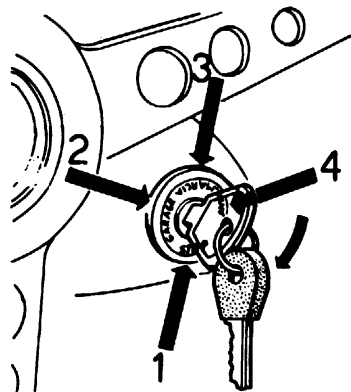

Fig. 17
- 40) **Interruttore d'accensione e antifurto** con chiave a quattro posizioni (Fig. 17) **Pos. 1 „STOP”** Si innesta l'antifurto che agisce direttamente sull'albero della guida.
40. **Interrupteur d'allumage et d'antivol** avec clé à quatre positions (Fig. 17):
40. **Ignition and anti-theft switch** with 4-position key (Fig. 17).